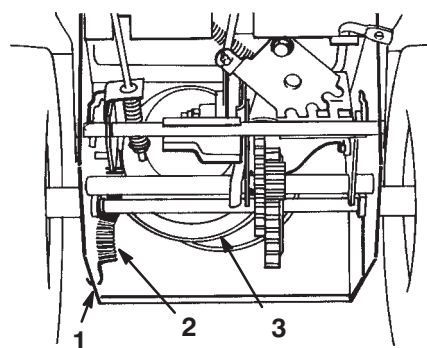

Figure 26
9. Décrochez le ressort de l'encoche du bord inférieur du panneau latéral (Fig. 26).
15. Raccrochez le ressort dans l'encoche du bord inférieur du panneau latéral (Fig. 26).